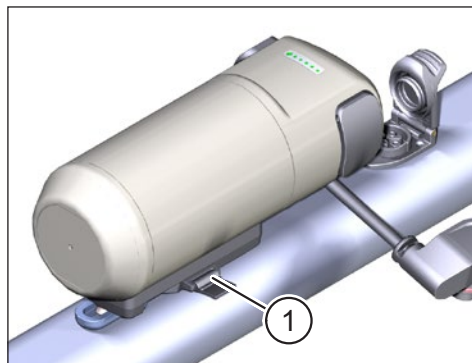

Fig. 6: Bloqueo del FIDLOCK®-sistema
- ▶ Empuje la aleta de bloqueo hasta el tope (ver Pos. 1 en Fig. 6), para fijar el Range Extender.